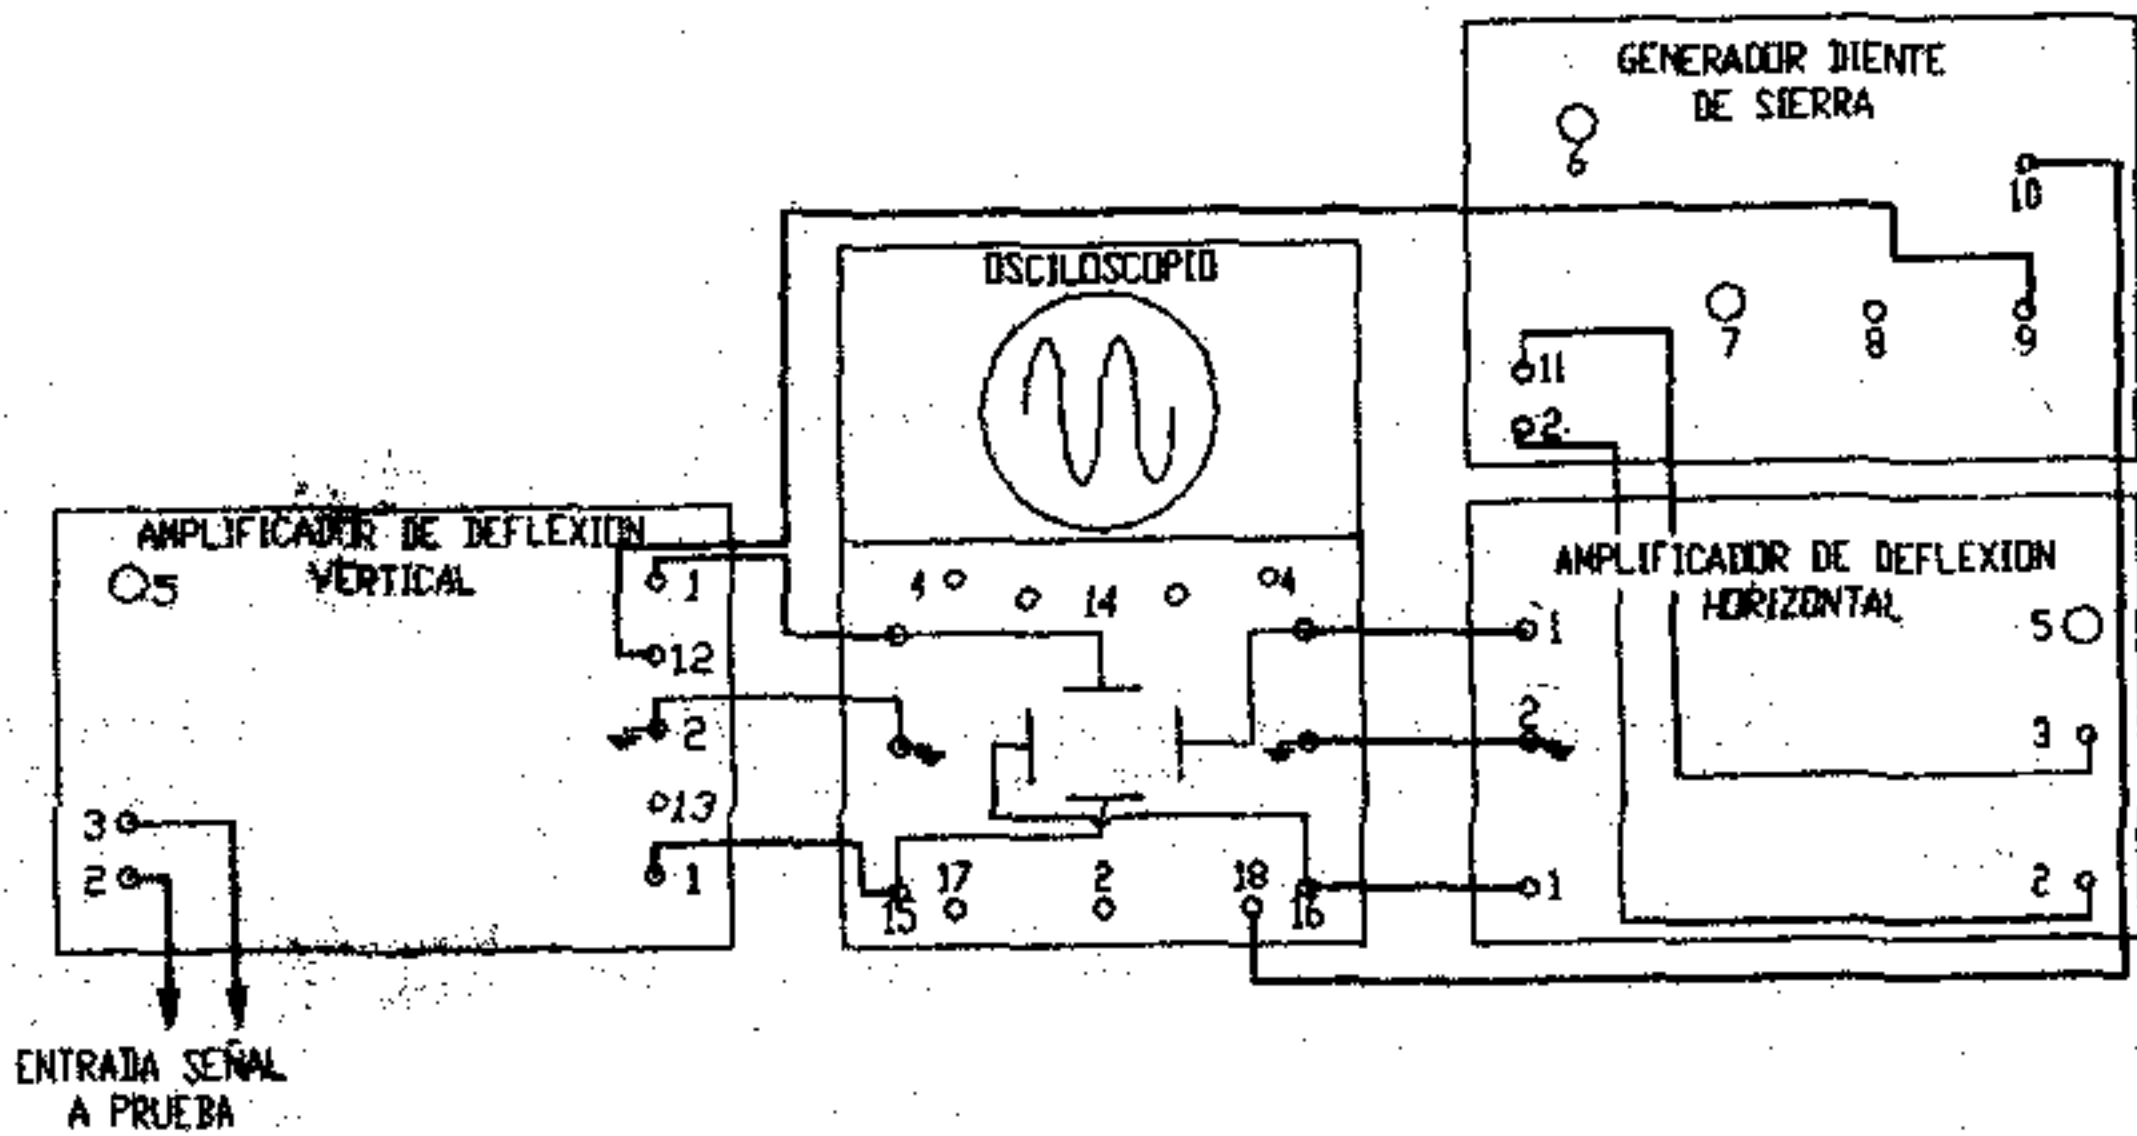

Figura 2
- En caso contrario, realice las conexiones que se muestran en la figura 2 en donde: